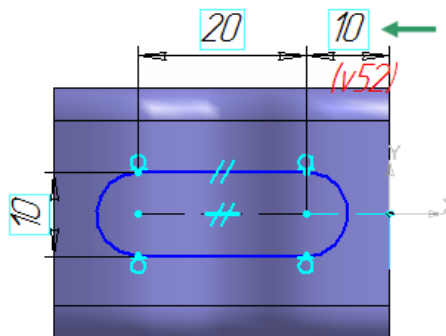

Рисунок 27.
- Для определения положения контура проставьте линейный размер 10 мм (рис. 27).